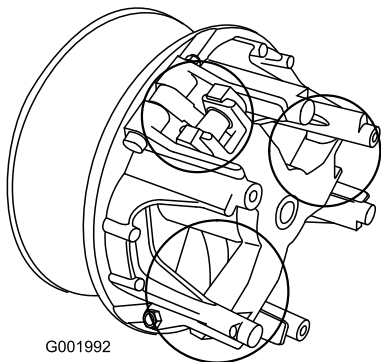

Figure 55
- Lubrifiez les pièces mobiles aux endroits indiqués par des cercles à la Figure 55 avec du lubrifiant sec en aérosol de marque Toro, disponible auprès des concessionnaires ou distributeurs Toro agréés.